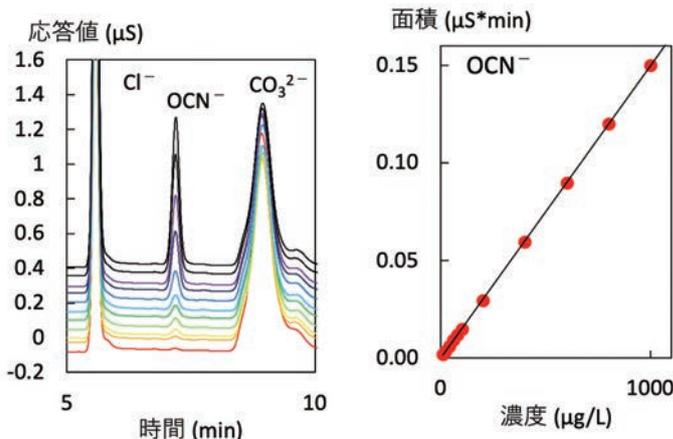

図6. 標準液クロマトグラム(左)と検量線(右)
0.01~1 mg/L_{CN⁻}の範囲で標準液を測定し、検量線を作成しました(図6)。測定した濃度範囲で決定係数は0.9999で良好な結果でした。また、0.01 mg/L_{CN⁻}の濃度での10回繰り返し再現性RSDは3.9%でした。